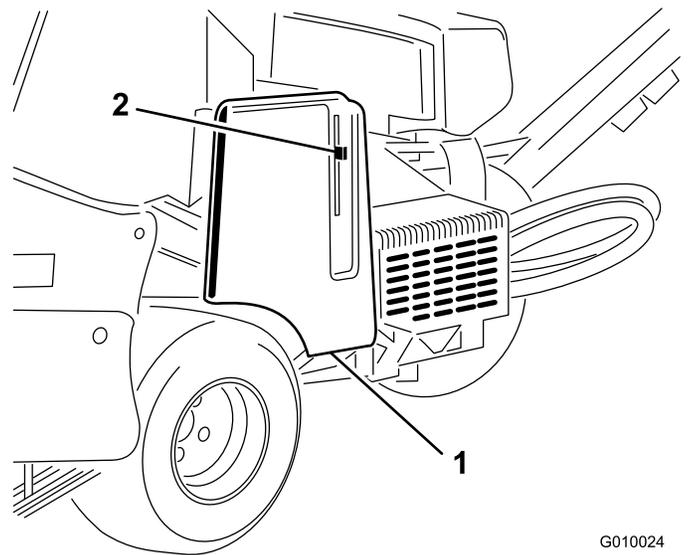

Bild 6
1. Suchen Sie das Loch in der Riemenabdeckung neben der Hebelklinke (Bild 6 und Bild 7).